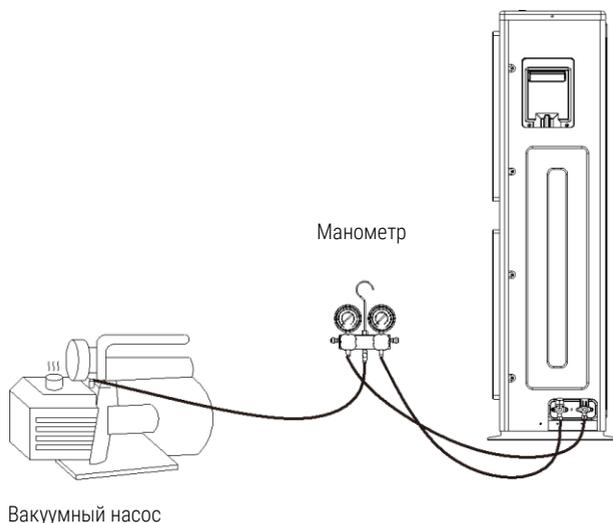

Рис. 3-11 Принципиальная схема работы вакуумной откачки
7. После вакуумной откачки сначала закройте все клапаны манометра, затем выключите вакуумный насос, не демонтируя соединение, и поддерживайте давление в течение 10 минут. Давление в системе охлаждения не должно превышать 90 Па (абсолютное давление). Порядок работы приведен на рис. 3-11.